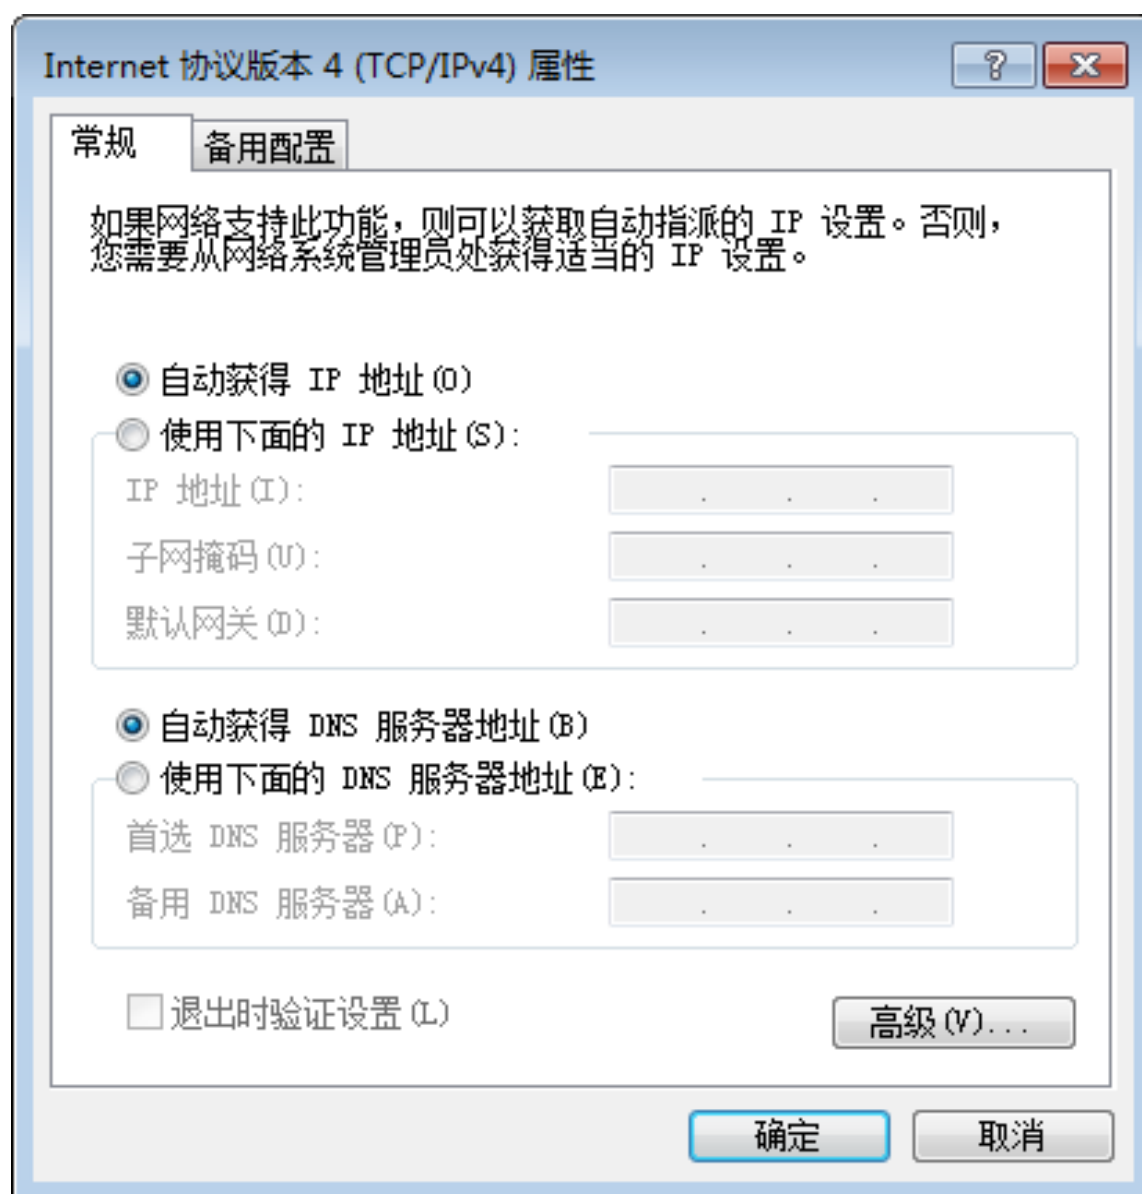

图4-2 本地网卡配置
1. 依次打开电脑上的控制面板→网络和 Internet→网络和共享中心→更改适配器配置，选择对应的网卡，将网卡配置成自动获得 IP 地址或手动分配与相机同一网段地址，如图 4-2 所示。